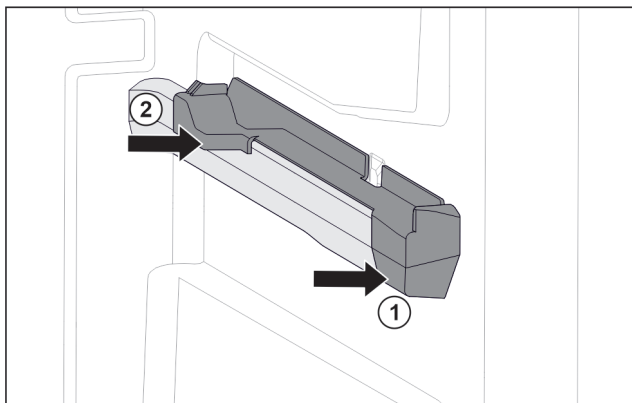

Fig. 142 Natični dio na desnom žlijebu spremnika
- ▶ Postavite natični dio sprijeda na žlijeb spremnika. Fig. 142 (1)
- ▶ Pritisnite natični dio straga. Fig. 142 (2)